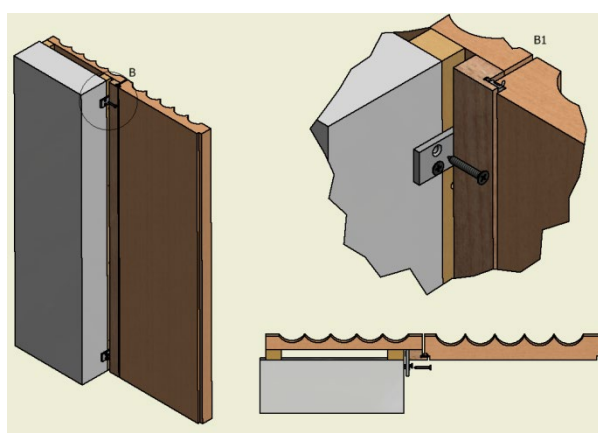

Figura 7
3. Fissare il coprifilo interno, dove previsto, mediante le spine collocate negli appositi fori **(figura 7)**